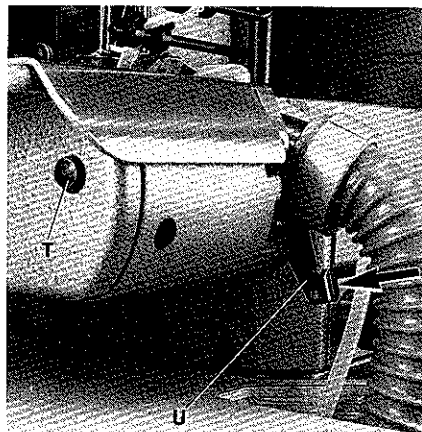

Fig.54
Press lever (U, Fig. 54) in direction of the arrow as far as it will go. Then press slightly the push button (T) on the front of the cylinder. Now release lever (U) so it will move very slowly against the direction of the arrow until the slightly pressed push button (T) engages. This locks the upper knife in its lowest position and the fabric undertrimmer is disengaged. A short tip on lever (U) engages the trimmer again.
Drücken Sie den Hebel (U, Fig. 54) in Pfeilrichtung bis zum Anschlag. Dann drücken Sie leicht auf den Druckknopf (T) an der Stirnseite des Zylinders. Nun lassen Sie den Hebel (U, Fig. 54) los, so daß er sich ganz langsam entgegen der Pfeilrichtung bewegt bis der leicht gedrückte Knopf (T) einrastet. Das Obermesser wird dadurch in einer unteren Stellung festgehalten und der Stoffkantenunterschneider ist ausgeschaltet. Kurzes Antippen des Hebels (U) schaltet den Kantenschneider wieder ein.